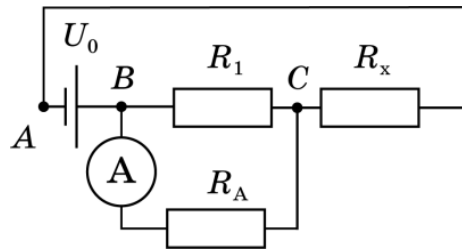

Рис.2
2. Подключим амперметр к контактам В и С серого ящика, а контакт А соединим с одним из контактов D-G (замкнём цепь). Таким образом, амперметр оказывается подключённым к делителю напряжения по схеме, приведённой на рис.2.